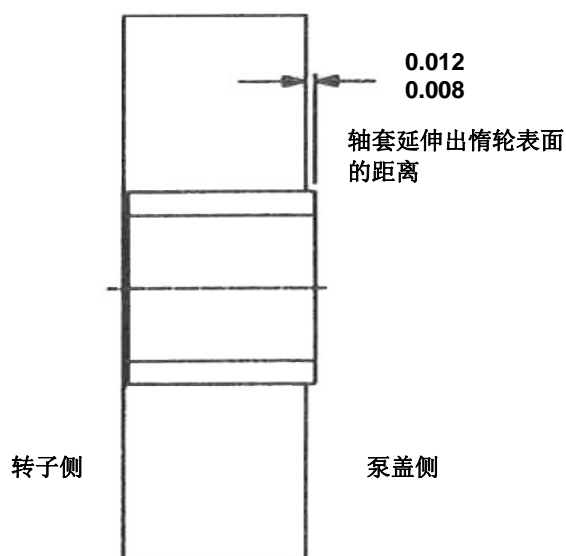
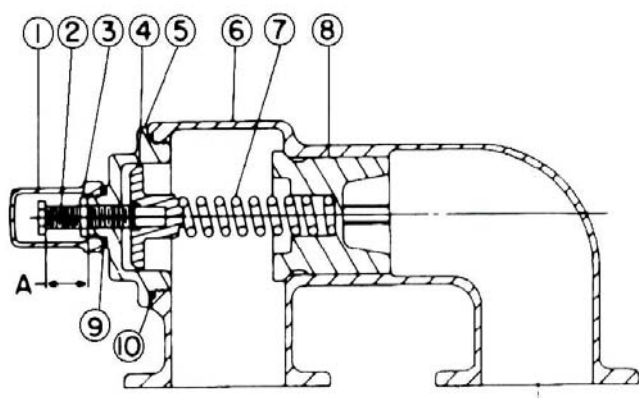

图 12 惰轮和轴套组件
图 13
R327A 和 R4327A（不锈钢）泵配有特殊的惰轮排列。参见第 10 页的图 12。
石墨惰轮轴套伸出惰轮一侧的惰轮表面。该侧的惰轮面向泵盖，可使石墨轴套接触到泵盖，并在不锈钢惰轮面和泵盖之间留出间隙。石墨轴套的伸出长度为 0.008 – 0.012”。（见下图 12）
2. 测量并记录调节螺栓的延伸长度。参见图 12 和图 13 上的“A”。